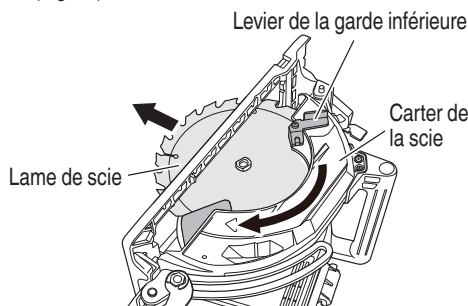

Fig. 16
(2) Appuyer sur le levier de verrouillage, verrouiller l'arbre, et retirer le boulon à bride hexagonale et la rondelle (B) à l'aide de la clé.
(3) Tout en tenant le levier de la garde inférieure pour maintenir la garde inférieure complètement rentrée dans le carter de la scie, retirer la lame de scie (Fig. 16).